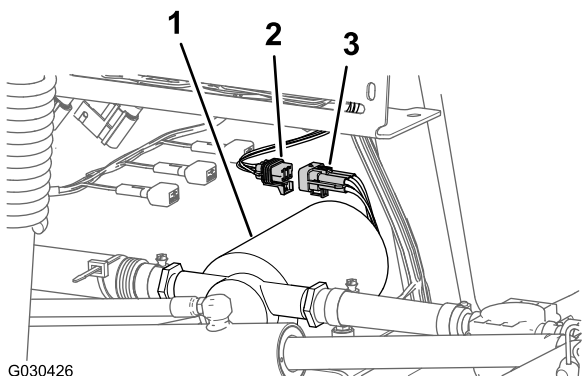

Рисунок 8
2. Отсоедините 6-штыревой соединитель жгута проводов промывочного насоса от 6-гнездового соединителя заднего жгута проводов (Рисунок 8).